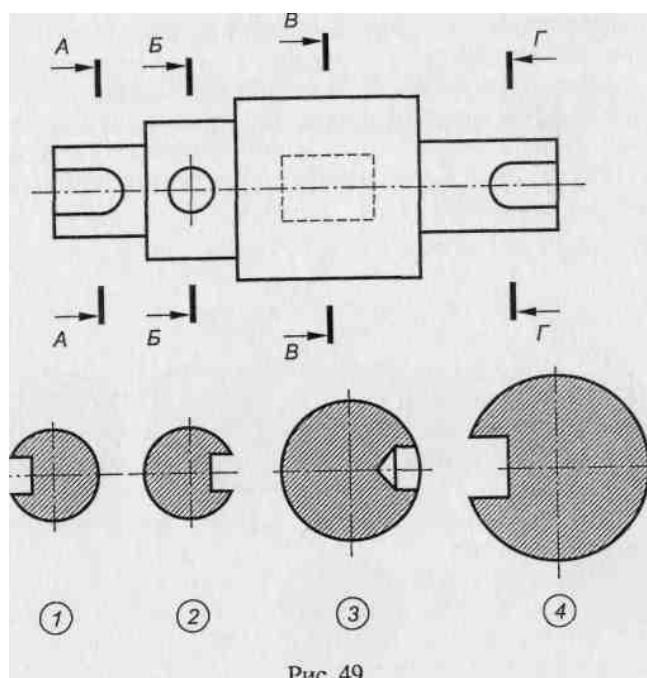

Рис. 49
1. На рис. 49 изображены главный вид детали и четыре ее сечения. Определить, какому из обозначений $A-A$, $B-B$, $V-V$ и $\Gamma-\Gamma$ соответствует каждое из четырех приведенных сечений.